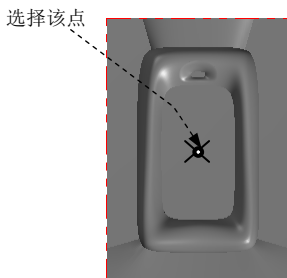
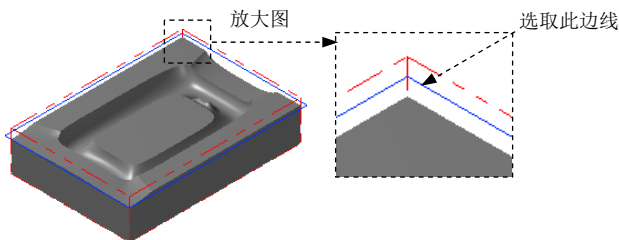

图 23.4 定义基准点
图 23.5 绘制矩形边界
Step1. 绘制矩形边界。单击顶视图 按钮，选择下拉菜单 **绘图(C)** → **矩形(R)...** 命令，系统弹出“矩形”工具栏。在“矩形”工具栏中确认 按钮被按下，选择图 23.4 所示的点，然后在 后的文本框中输入值 95，在 后的文本框中输入值 135，按 Enter 键。单击 **✓** 按钮，完成矩形边界的绘制，结果如图 23.5 所示。